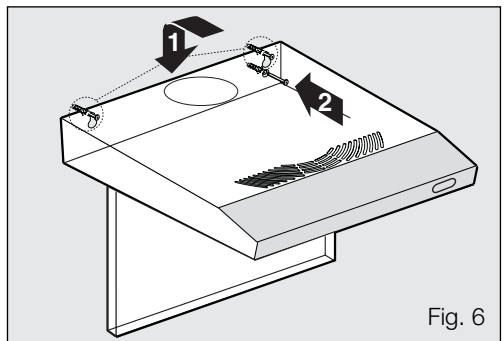

Fig. 6
- Suspender la campana extractora de los tornillos de sujeción. Enroskar y apretar el tercer tornillo inferior con arandela desde el interior de la campana, fig. 6.